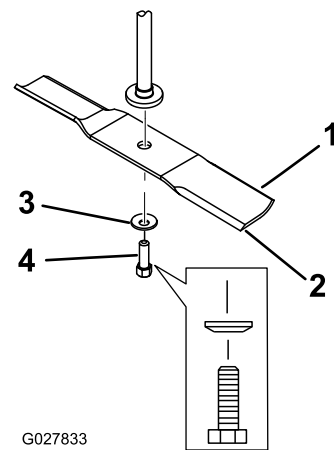

**Figura 51**
2. Retire el refuerzo de la cuchilla (solo en carcasas de 81 cm [32"]), el perno de la cuchilla, la arandela curva y la cuchilla del eje del perno (Figura 51 y Figura 52).